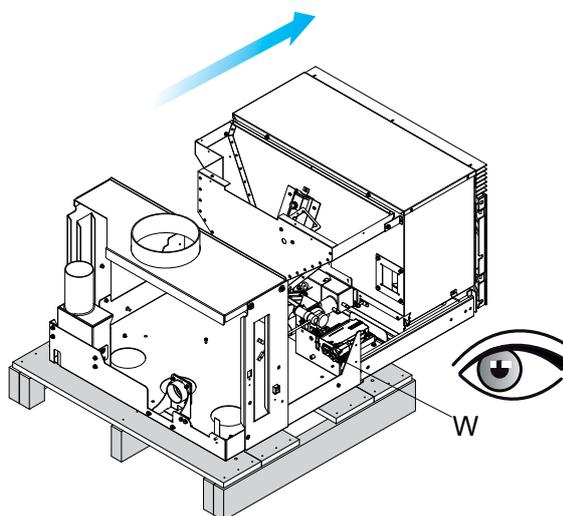

fig. 6.1.4
**Cette opération agit sur un microrupteur de sécurité (W) qui désactive l'alimentation électrique. (Fig. 6.1.4) le câble d'alimentation ne doit pas être branché au secteur**